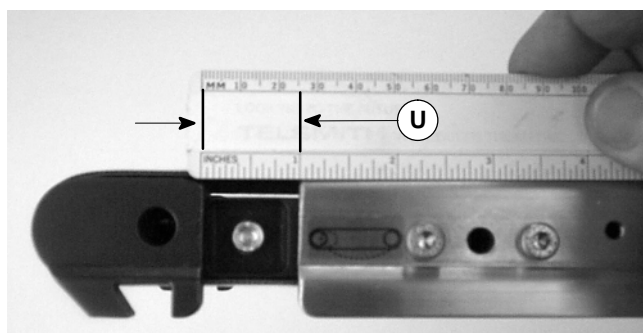

Abbildung 34
9. Am Spannende des Förderers, das mit einem Etikett (R siehe Abbildung 19 u. 20) identifiziert ist, Ritzel entgegen dem Uhrzeigersinn (T siehe Abbildung 20) bis auf einen Abstand von 25 mm (U siehe Abbildung 34) drehen.